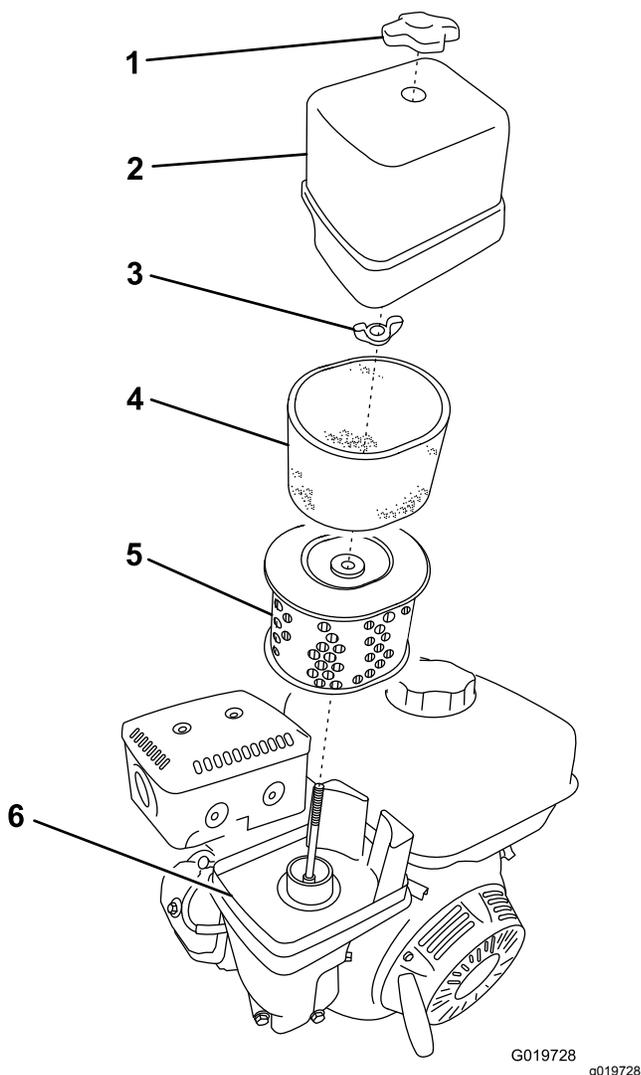

Figure 33
3. Retirez l'écrou de fixation du couvercle (Figure 33).
- Retirez les éléments en mousse et papier de la base (Figure 33).
- Retirez l'élément en mousse de l'élément en papier (Figure 33).